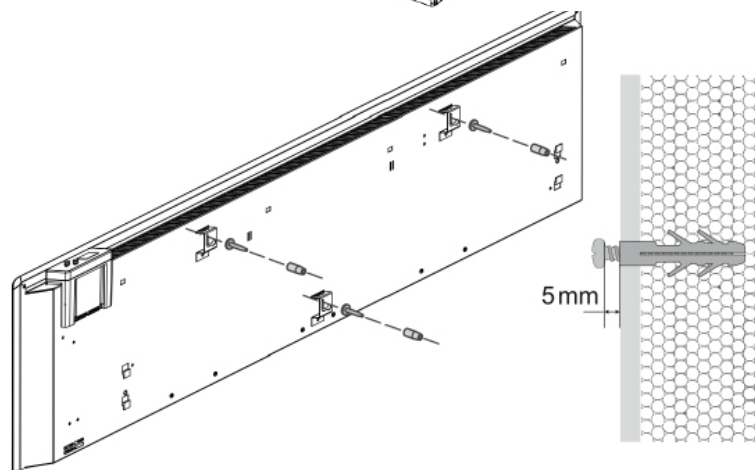

Abb. 4
- Kunststoffdübel oder andere geeignete Befestigungsmaterialien in die Löcher stecken (Abb. 4).
- Die Schrauben eindrehen und ca. 5 mm hervorstehen lassen (Abb. 4).